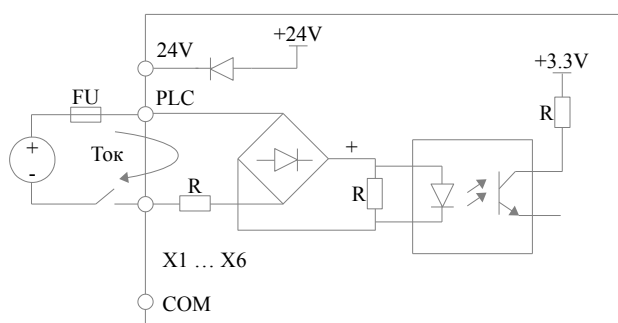

Рис. 4-8 Подключение через внешнего источника тока
2) При использовании внешнего источника питания 24 В (источник тока должен соответствовать стандарту UL CLASS 2 и быть оснащен предохранителем 4А для подключения к клемме); подключение осуществляется согласно рис. 4-8 (перед подключением убедитесь, что клеммы PLC и 24 В разъединены).